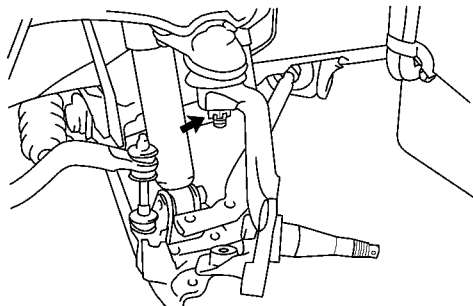

图 14-60 临时装上转向节
(1) 临时装上转向节。临时将转向节装到上球窝节上，如图 14-60 所示。